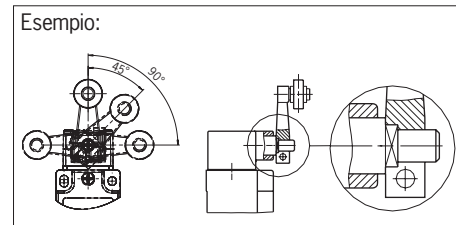

Fig. 2: Regolazione verticale dell'azionatore
- ▶ L'azionatore (leva girevole) deve essere fissato all'albero motore con accoppiamento meccanico. Gli elementi plurilaterali sull'azionatore e sull'albero motore devono fare presa uno con l'altro (vedere Fig. 2).